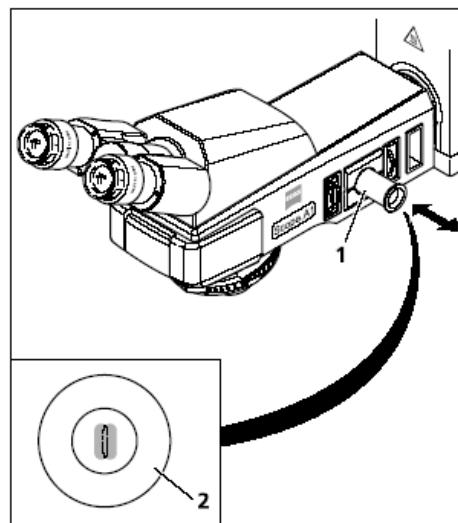
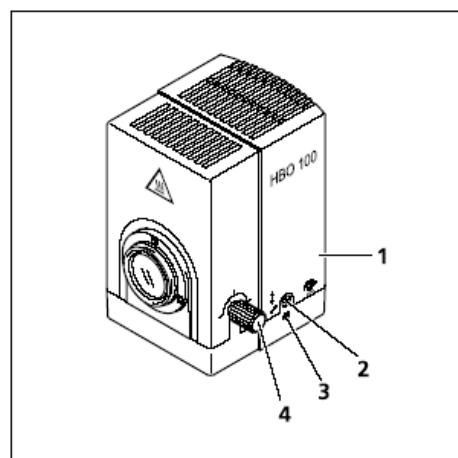

图 3-33 调节工具
图 3-34 调节 HBO 100
- 打开 HBO 100 W (图 3-38/1) 连接的 HBO 100 照明器 (图 3-34/1)，等待一会，直到它达到操作温度。
- 将调节工具 (图 3-33/1) 从显微镜主机体上拔出。在调节工具的黑色玻璃上可以看清楚 HBO 103 W/2 的较浅颜色的焦点及其稍暗的映像。
- 为聚焦灯泡焦点，用调节按钮 (图 3-34/4) 进行调节。
- 用调节螺丝 (图 3-34/2 和 3) 聚焦调节环上的焦点图像 (图 3-33/2) 和其映像图像至肩并肩状态。